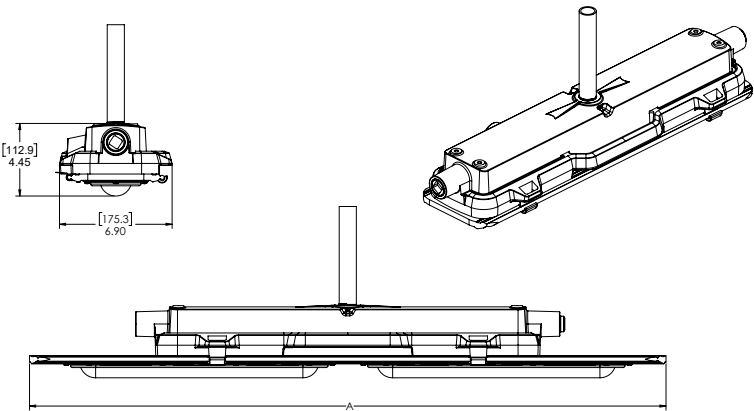

Figure 6. Vue détaillée du support du luminaire suspendu
- 2. Pour le montage du luminaire suspendu, le conduit doit être aligné avec l'orifice d'entrée de 3/4 po NPT à l'arrière du boîtier du pilote du luminaire (voir figure 6).
- 3. Le luminaire est prêt pour le montage. Il est fortement recommandé de faire appel à deux (2) ouvriers qualifiés pour procéder au montage final du luminaire. Il est recommandé d'éviter toute blessure personnelle ou tout dommage au luminaire.